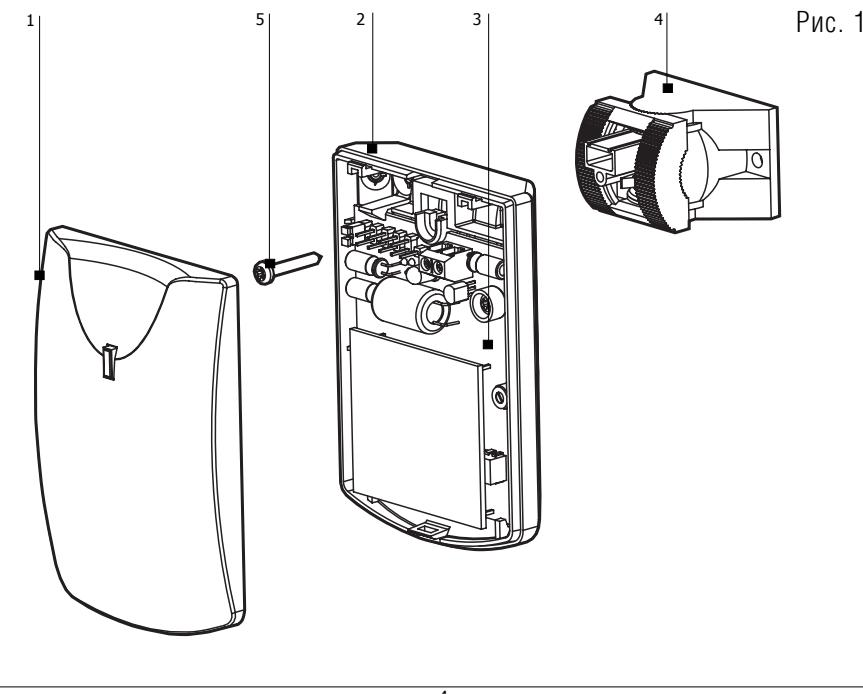
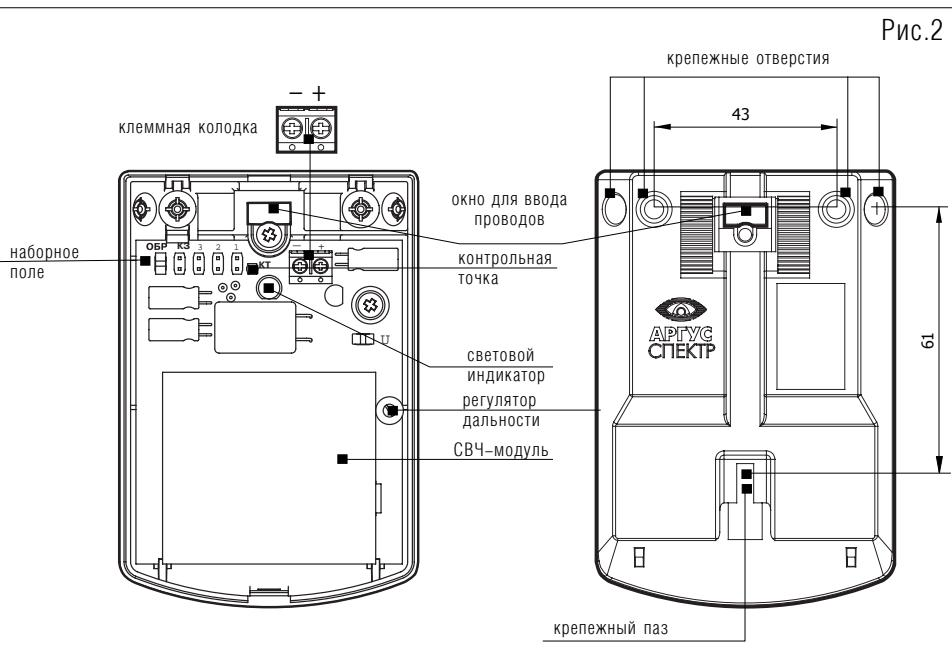

Рис. 1
Рис. 2
Извещатель (рис. 1) состоит из:
На основании корпуса размещены крепежные отверстия и окно для ввода проводов (рис.2). На плате расположены регулятор дальности «Л», контрольная точка «КТ», наборное поле с перемычками, светодиодный индикатор.
На основании корпуса размещены крепежные отверстия и окно для ввода проводов (рис.2).
1. Снять крышку 1 (рис.1) по схеме на рис. 3;
2. В основании 2 (рис.1) вскрыть крепежные отверстия (рис. 2) в соответствии с позицией установки: в углу или на стене (в последнем случае для крепления применяется помимо крепежных отверстий и крепежный паз).
4. Подготовить отверстия под крепеж на стене, ввести провода ШС в окно (рис. 2).
2. Снять крышку 1 (рис. 1) по схеме на рис. 3.
- (рис. 2) провести эти провода в прибор (рис. 7).
4. Шурупом 5 закрепить основание 2 (рис. 1) на кронштейне и зафиксировать направление в горизонтальных и вертикальных плоскостях (рис. 7).
- Отрегулировать дальность действия извещателя таким образом, чтобы она обеспечивала надежное обнаружение человека в охраняемой зоне, но движение объектов вне охраняемого помещения не приводило к ложным тревогам. Для регулировки зоны обнаружения использовать регулятор дальности «Д» (рис. 2).